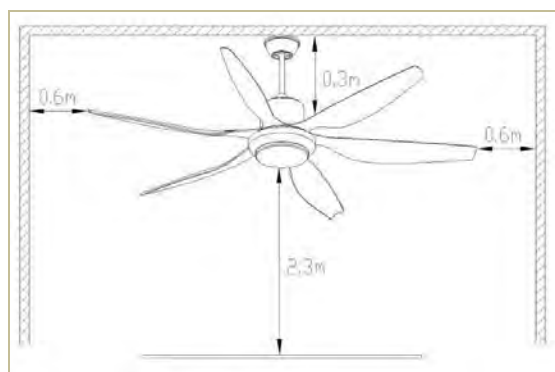

Fig. 1
(1) Espace minimum pour l'installation (Fig. 1)